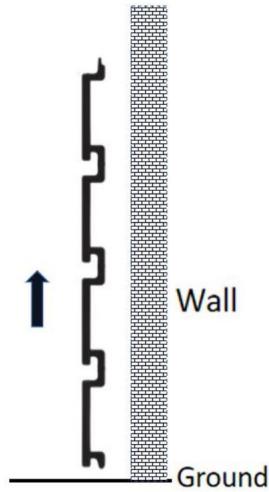

Figura 1
1. Instale la dirección del panel de listones, consulte la Figura 1.